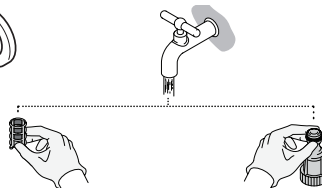

Fig. 26-2
4. Enxágue o filtro de água (21a) com água limpa (Fig. 26-2).